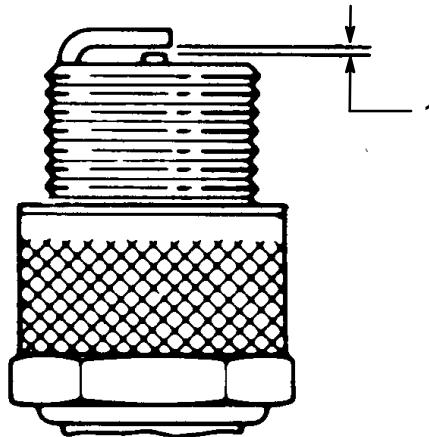

Figure 18
- Gradúe la luz de la bujía a 0,5 mm (0,020") (Fig. 18). Instale la bujía correctamente graduada y la zapatilla de sellado. Ajuste la bujía firmemente a 19 N·m (14 libras-pie).